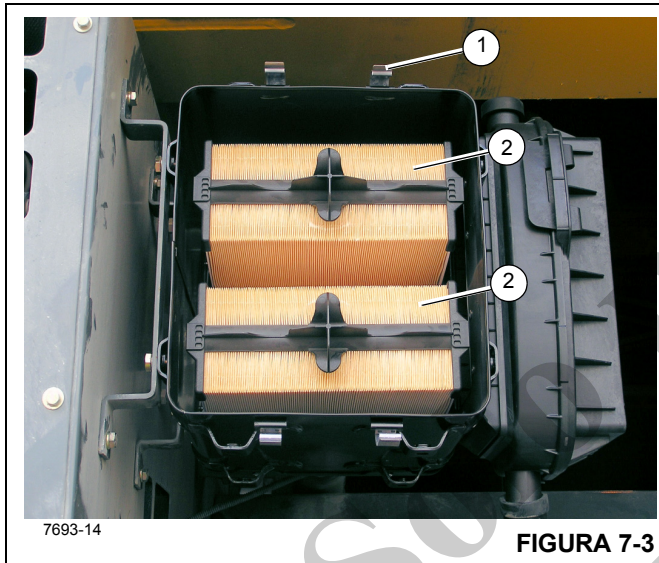

FIGURA 7-3
El sistema de admisión de aire (Figura 7-3) regula la calidad y cantidad del aire disponible para la combustión. El sistema se compone del filtro de aire, turboalimentador, enfriador de aire de carga y culata. El aire admitido se aspira a través del filtro de aire, se comprime y se calienta en el lado del compresor del turboalimentador. El aire se empuja a través del enfriador de aire de carga y se envía al múltiple de admisión. El aire admitido se enfría para aumentar la eficiencia de la combustión, reducir el consumo de combustible y aumentar la potencia del motor. El aire se fuerza hacia el interior de la culata para llenar las lumbreras de admisión. El flujo del aire de la lumbrera de admisión al cilindro es regulado por las válvulas de admisión.
El filtro de aire es de tipo seco, tiene un elemento reemplazable y se encuentra ubicado en el guardabarros derecho trasero. Un indicador de servicio (4) (Figura 7-3), diseñado para dar una indicación roja cuando se necesita servicio, está instalado en el cuerpo del filtro de aire.
Un indicador de servicio (Figura 7-3) conectado a la caja del filtro de aire indicará cuándo se debe limpiar el filtro. Reposicione el medidor cada vez que dé servicio al filtro de aire. Si sospecha de la exactitud del medidor, un manómetro de agua es el método más exacto y confiable para medirla.
1. Levante las pinzas (1) (Figura 7-3) que aseguran la cubierta del cuerpo del filtro de aire y retire la cubierta.